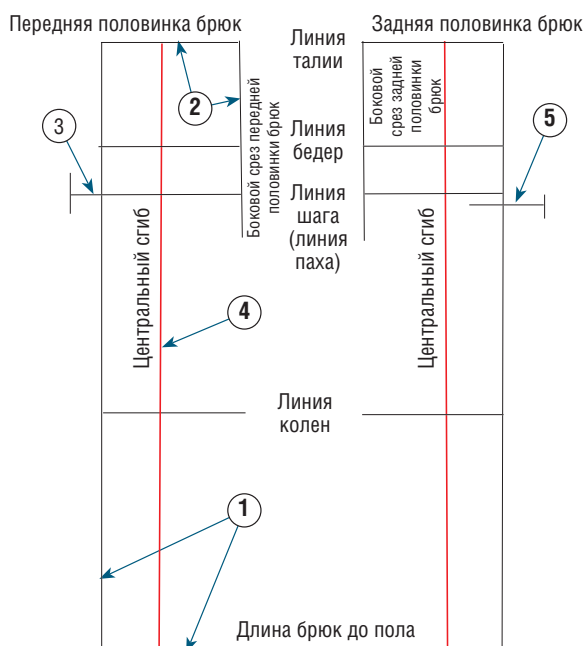

Рис. 1
① Внизу листа бумаги начертите длинную горизонтальную линию (линия низа брюк), затем на расстоянии примерно 5–7 см от левого края листа проведите вертикаль. На этой линии отложите мерку общей длины брюк (до пола) и отметьте эту высоту горизонтальной чертой (линия талии). После этого отложите стандартные (см. с. 19) или индивидуальные мерки высоты таза, высоты шага (или, иначе, высоты паховой области, см. с. 16) и высоты колен (см. с. 10 и 11).
② На линии талии начиная от вертикали отложите $1/4$ величины обхвата бедер (например: обхват бедер = 98 см; $98 : 4 = 24,5$ см). Проведите вертикаль, которая обозначит линию бокового среза брюк.
③ На линии шага (линии паха, см. с. 16) прибавьте с левой стороны $1/20$ обхвата бедер за минусом 1 см (например: обхват бедер = 98 см; $98 : 20 = 4,9$ см; $4,9 - 1 = 3,9$ см). Это расстояние обозначает ширину шага передней половинки брюк.
④ Чтобы обозначить линию центрального сгиба, прежде всего сложите $1/4$ обхвата бедер и ширину паха, а затем разделите сумму на 2 (например: $24,5 + 3,9 = 28,4$ см; $28,4 : 2 = 14,2$ см). От линии бокового среза отложите полученную мерку на линии талии передней половинки брюк, после чего проведите вертикаль, которая будет обозначать центральную линию сгиба брюк (на рис. 1 отмечена красным цветом).
⑤ Начертите параллель к линии шага (примерно на 2 см ниже), затем отложите на ней $\frac{1}{20}$ обхвата бедер плюс 2 см (например: обхват бедер = 98 см; $98 : 20 = 4,9$ см; $4,9 + 2 = 6,9$ см). Отметьте эту мерку вертикальным штрихом (см. рис. 1).